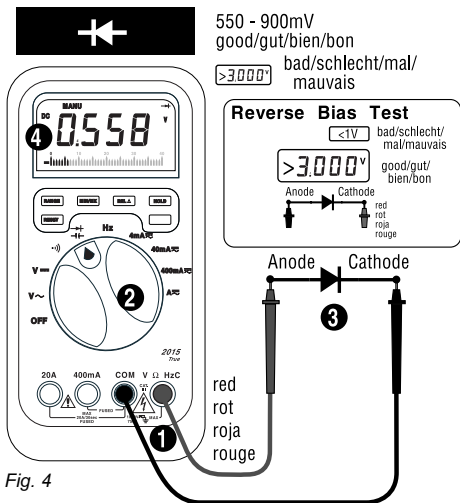

Fig. 4
## **DIODE TEST (See Fig. 4)**
The diode test measures the forward bias of a diode junction. ❶ Connect the test leads as shown in figure 4. ❷ Set the Function/range switch to  $\rightarrow \text{V} \leftarrow$ . Depress yellow button. ❸ Apply probe tip of red lead to the anode and of black lead to the cathode of the diode. The meter's display indicates the forward voltage drop (approx.  $0.6\text{V}$  for silicon diode or  $0.4\text{V}$  for germanium diode). An open diode is indicated by a large voltage reading ( $>3.000 \text{ V}$ ). ❹ Reverse test lead connections to the diode to perform a reverse bias test. A large value ( $>3.000 \text{ V}$ ) indicates a good diode. **Notes:** A large value ( $>3.000 \text{ V}$ ) for both reverse and forward bias tests indicates an open diode. A low voltage reading for both bias tests indicates a shorted diode. If the diode is shunted by a resistor of  $1000$  ohms or less, it must be removed from the circuit before taking the measurement. Bipolar transistor junctions may be tested in the same manner described above as emitter-base and base-collector junctions are diode junctions.
### **D • Dioden- und Transistortest (siehe Fig. 4)**
### E • Comprobación de diodos y transistores (vea Fig 4)
### **F • Test de Diodes et de Transistors (voir fig. 4)**
Le test de diodes affiche la chute de tension à travers le transistor. ❶ Connectez les cordons comme indiqué en figure 4. ❷ Placez le sélecteur sur  $\rightarrow\leftarrow$ . Pressez la touche jaune SHIFT. ❸ Connectez les pointes de touche à la diode – le rouge à l'anode, le noir à la cathode. ❹ Lisez la chute de tension en direction passante (environ  $0.600\text{V}$  pour une diode au Si;  $0.400\text{V}$  pour une diode au Ge. Une diode ouverte est affichée par une lecture élevée ( $>3.000\text{V}$ ). ❺ Inversez la connection pour mesurer en direction de bloquage. Une bonne diode est affichée par une lecture élevée ( $>3.000\text{V}$ ).